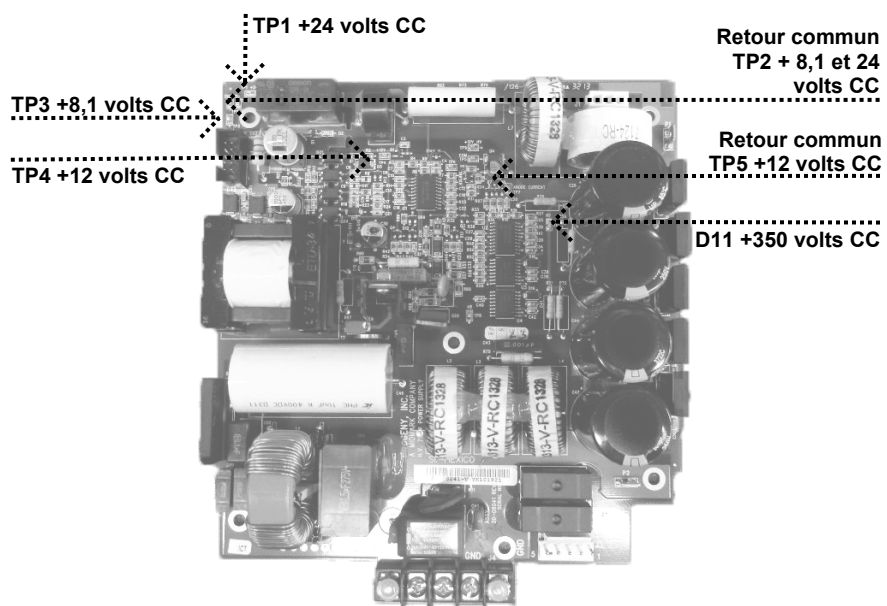

Figure 57
1. Sur la carte d'alimentation, vérifiez que le témoin d'alimentation D11 +350 VCC est allumé, comme illustré à la *Figure 57*. Un indicateur allumé représente l'énergie stockée appropriée pour une exposition. Si ce témoin n'est pas allumé, il est nécessaire de remplacer cette carte.
3. Sur la carte d'alimentation, utilisez TP2 comme point de test courant pour vérifier TP1 +24 VCC et TP3 8,1 VCC. Utilisez ensuite TP5 comme retour commun pour vérifier la présence d'une tension de +12 VCC au niveau de TP4, comme illustré à la *Figure 57*. Si l'une de ces tensions manque, remplacez la carte d'alimentation. Si toutes les tensions sont présentes, vérifiez les autres tensions sur la carte logique.